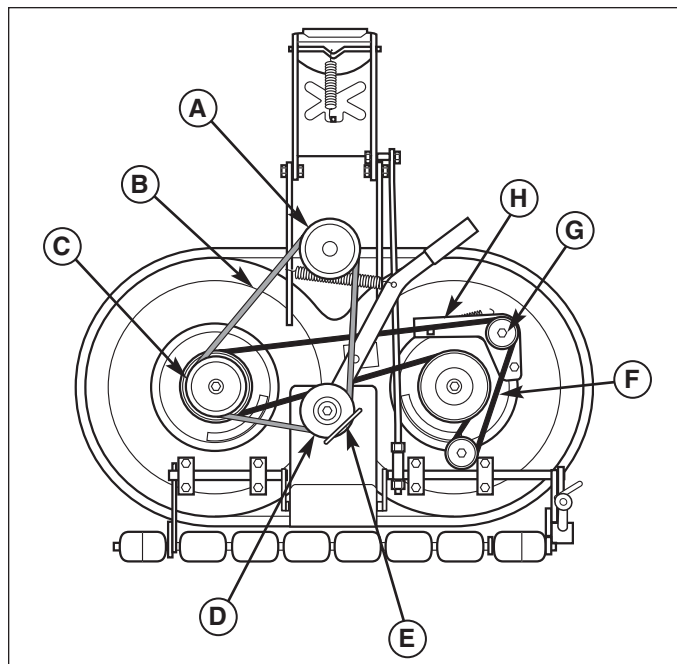
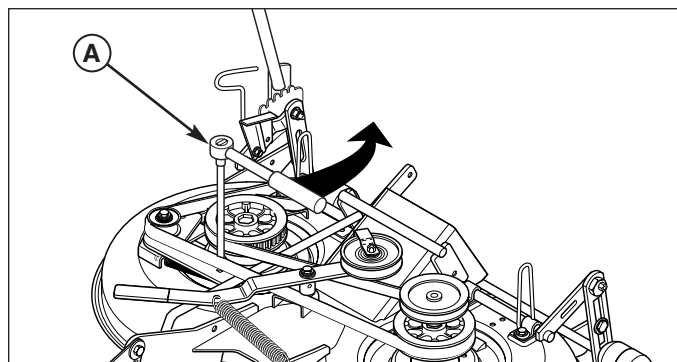

Abb. 40. Mähwerkriemen
Abb. 41. Lösen der Riemen Spannung
3. Die Position der Riemenführung der Spannrollen-Riemenscheibe (E, Abb. 40) notieren. Die Kopfschraube der Spannrollen-Riemenscheibe lösen und den Riemen von der Spannrolle (D) abnehmen.
4. Den neuen Riemen (B) wie abgebildet einbauen. Wenn das Mähwerk am Traktor montiert ist, wird der Riemen um die Zapfwellenkupplungs-Riemenscheibe (A), die Spannrollen-Riemenscheibe (D) und die Antriebsriemenscheibe (C) des Mähwerks geführt.
5. Die Riemenführung der Spannrollen-Riemenscheibe (E) in die ursprüngliche Position bringen und die Kopfschraube der Spannrollen-Riemenscheibe festziehen.
3. Die Kopfschraube des Spannrollensatzes lösen (G, Abb. 40).
4. Den Spannrollensatz (H, Abb. 40) mithilfe der Ratsche (A, Abb. 41) bewegen, um die Reimenspannung zu lösen.
5. Den Riemen (F) ausbauen.
6. Einen neuen Riemen (F) auf den Riemenscheiben montieren (siehe Abbildung). Durch das Lösen des Spannrollensatzes (H) kann die Feder den verzahnten Riemen automatisch spannen.
7. Die Kopfschraube (G) des Spannrollensatzes anziehen. Die Riemenabdeckungen wieder einbauen.